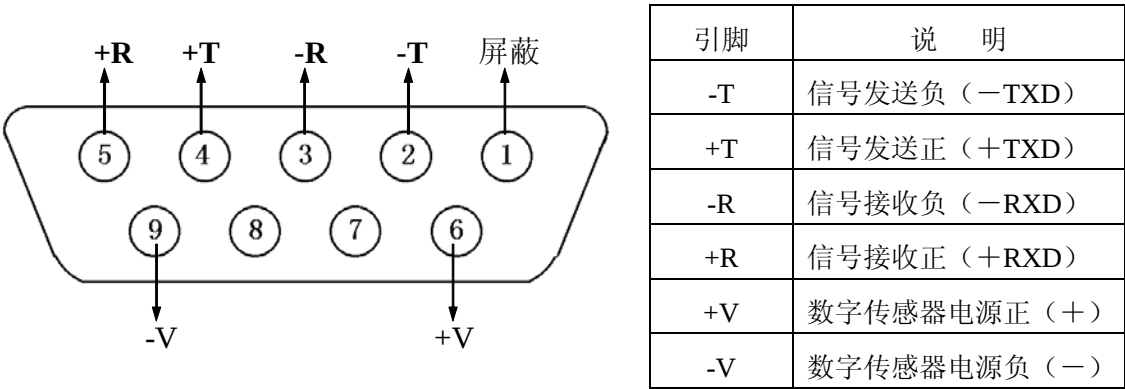

图 2-1-1 数字传感器接口及说明
- 2、DS10 的传感器接口采用 9 芯插头座。图 2-1-1 标注了各引脚的意义。